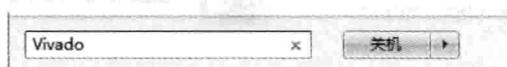

图 2.2 命令行输入
- (3) 如图 2.2 所示,在 Window 主界面左下角的命令行中,输入 Vivado。然后,按 Enter 键。